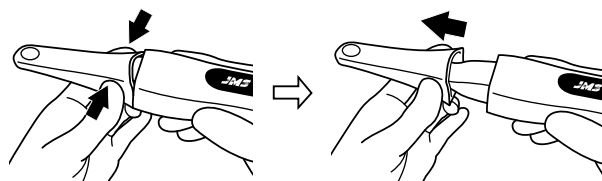

図 4. 測定用カバーの取り外し方法
- * (4) 測定終了のブザー音が鳴り、数値が点滅から点灯に変わった時点で最大咬合力の測定を終了する。
- (5) 患者の口腔内から本品を取り出す。
- (6) 表示画面に表示された数値を最大咬合力として記録する。
- (7) 測定用カバーを咬合力計本体のプロープから取り外す (図 4)。